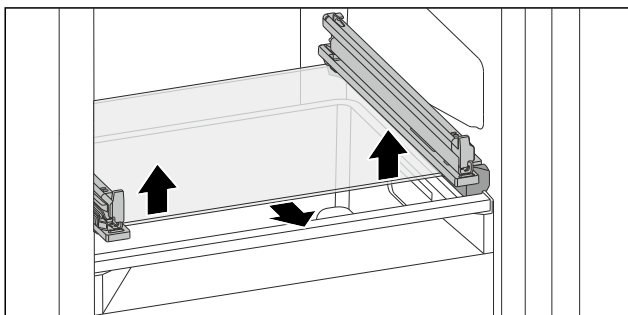

Fig. 133 Skleněná deska odklápěcí zásuvky
- Vytlačte skleněnou desku zdola na obou stranách nahoru. (viz Fig. 133)